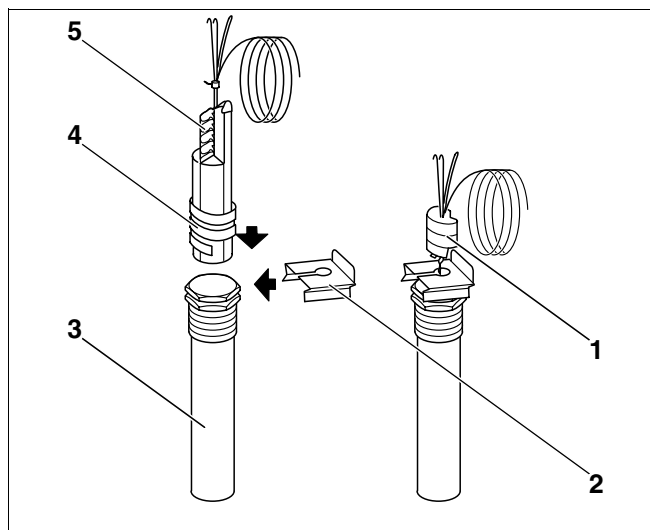

Fig. 26 Teacă de imersie și senzor pentru regulatorul de temperatură
- Spirala din plastic (Fig. 26, **Poz. 4**) – care folosește la menținerea senzorului – se retrage la introducerea în mod automat (Fig. 26, **Poz. 1**). Pentru a se garanta legătura (Fig. 26, **Poz. 3**) între teacă de imersie și suprafața senzorială și pentru a se asigura o transmitere optimă a temperaturii (Fig. 26, **Poz. 5**) pana de stabilizare trebuie să fie introdusă între senzori (Fig. 26).
- Apăsăți siguranța senzorului (Fig. 26, **Poz. 2**) din lateral sau de sus pe capul tecii de imersie.